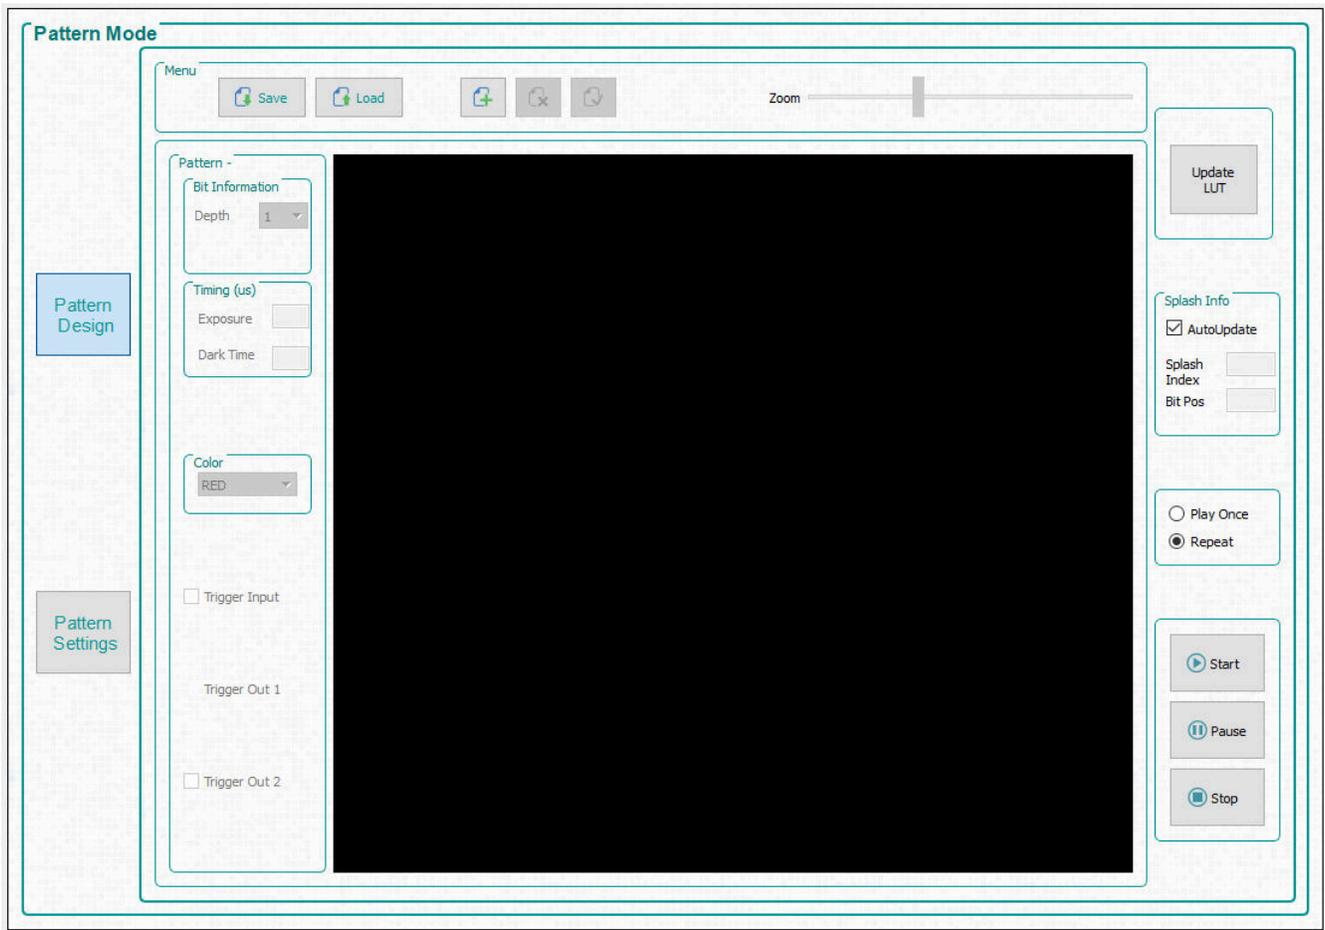

图 3-1. 图案模式面板
1. 从 **Operating Mode** 编组框中选择 **Pattern On-The-Fly Mode**，然后点击 **Pattern Design** 按钮，这时会如图 3-1 所示显示面板。